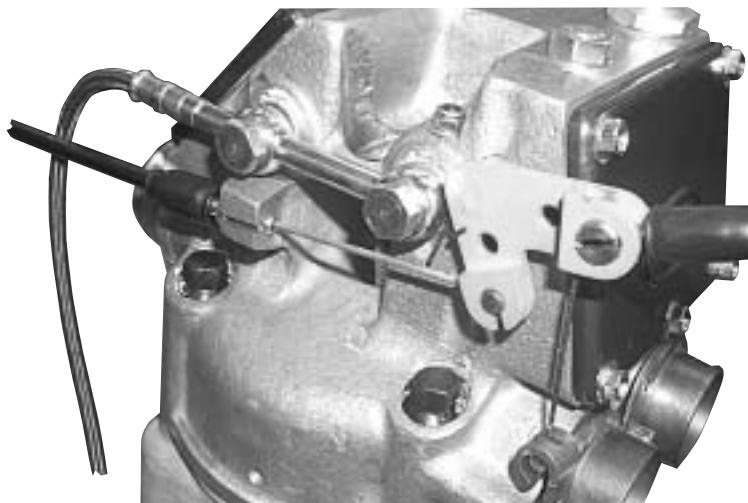

Fig. 41
2. Utilizzando il registro "B" portare il gioco del cavo a **1,5 mm.** (Fig.41).
Utilizing register "b" taking game of cable at **1,5 mm.** (Fig. 41).
Jetzt durch Stellelement "B" das Kabelspiel auf **1,5 mm.** bringen (Abb.41).